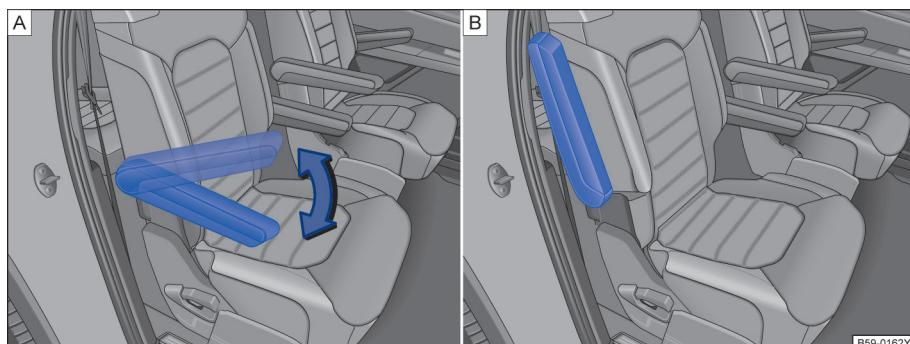

图 85 第二排座椅扶手调节
6 座车型的第二排座椅扶手高度可以在一定范围内进行调节。→ 图 85(A)
抬起扶手至较高位置后→图 85(B)，即可重新将其放低到最低位置。